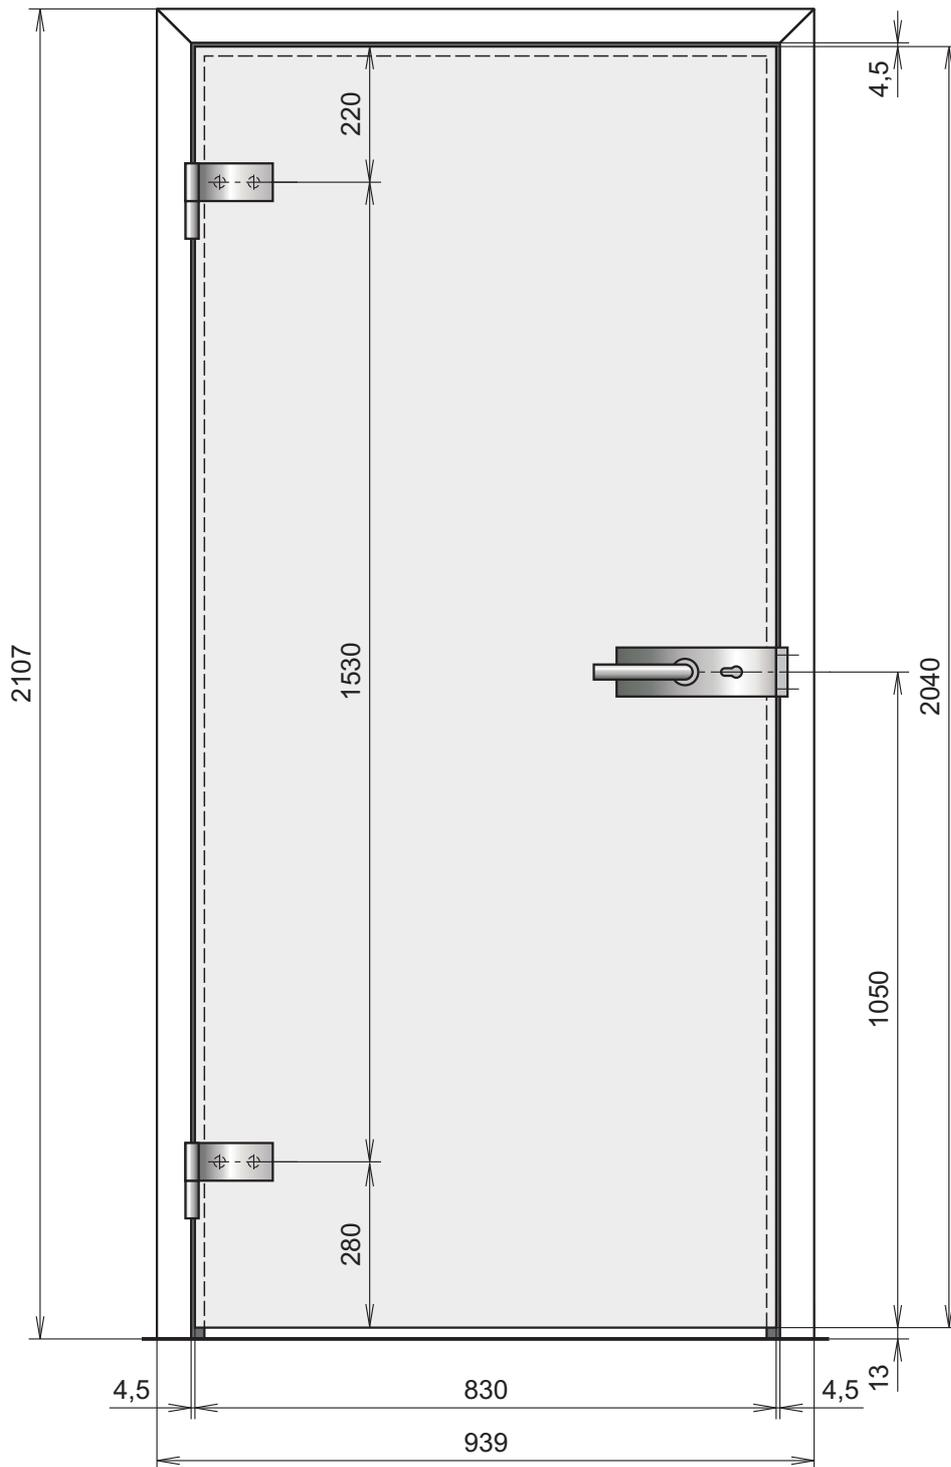
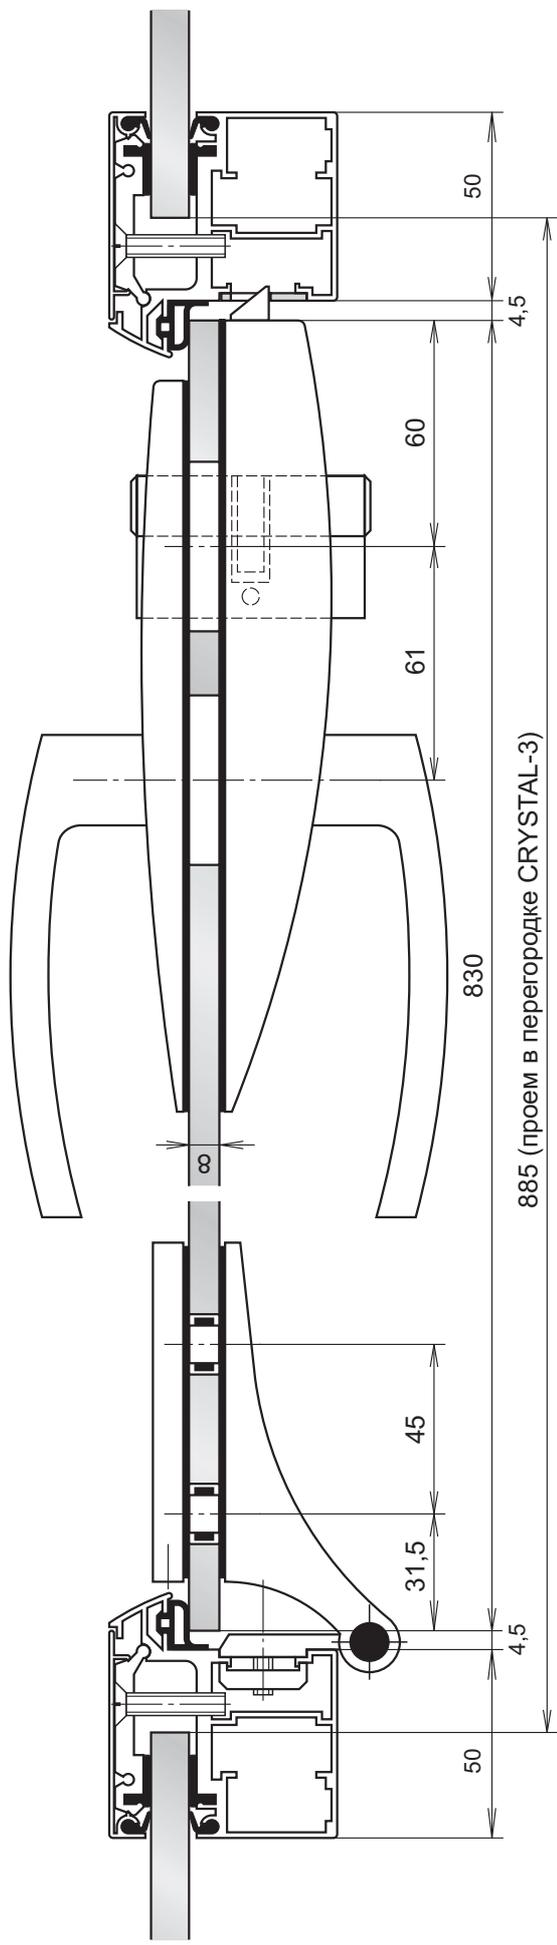

Рис.16
Рис.17
- стеклянные из закаленного стекла 8мм. - рис.16,17;
На рис.16 показан внешний вид, а на рис.17 горизонтальное сечение стандартной, стеклянной двери в универсальной раме с боковыми петлями ORMAN - Sfera и центральным замком ARCOS, RONDO или ORMAN 87.1. Подробней дверь представлена на чертежах NKRD3.1 Нестандартные стеклянные двери должны иметь высоту не более указанной ранее и ширину полотна не более 900мм. при условии установки не менее 3-х петель.